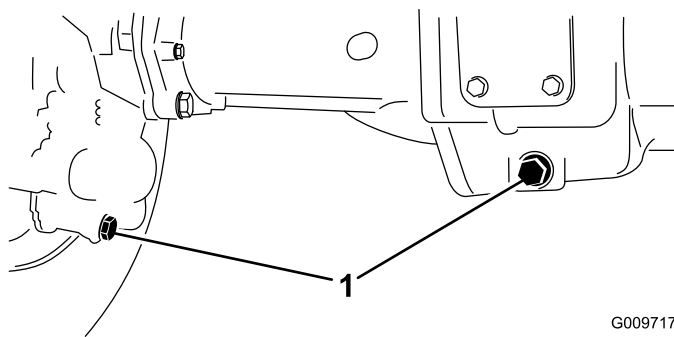

Figura 51
- Limpie la zona alrededor de los tres tapones de vaciado, uno en cada extremo y uno en el centro (Figura 51).